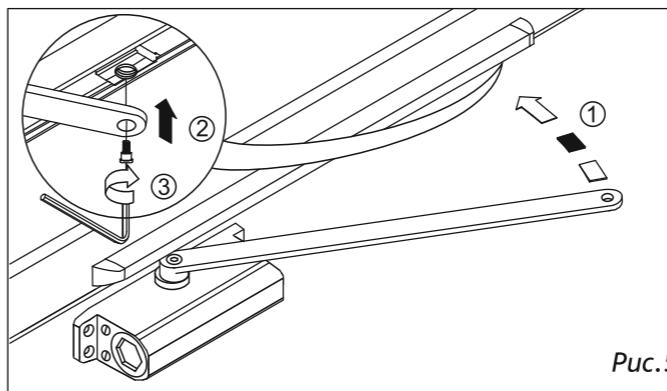

Рис.5
5. Прижмите тягу к полотну двери и соедините ее с ползунком специальным винтом M8x17 под шестигранный ключ. Тем самым создастся преднатяг (рис.5);